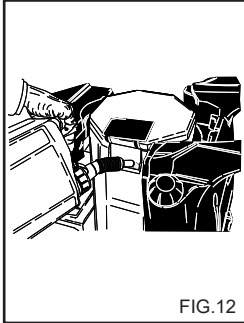

FIG.12
**ANVENDELSE AF ANTIFROSTVÆSKE (fig. 12)**